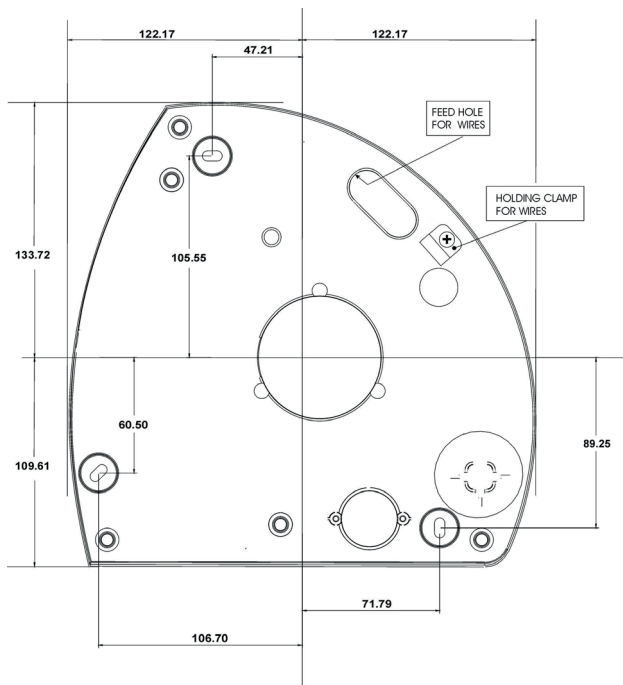

Figure 6: Struttura della piastra di base
- 2) Utilizzare le dimensioni di Figure 6 per individuare i tre fori da praticare nel muro. In alternativa può essere posizionata la base, per marcare i fori.
- 2) Individuare il foro di passaggio ed il gommino per i fili da collegare all'interno dell'unità (vedere Figure 6); sono necessari due cavi 22 AWG per l'alimentazione a 16 VCC.
- 5) Fissare i cavi utilizzando l'apposito morsetto (vedere Figure 6).